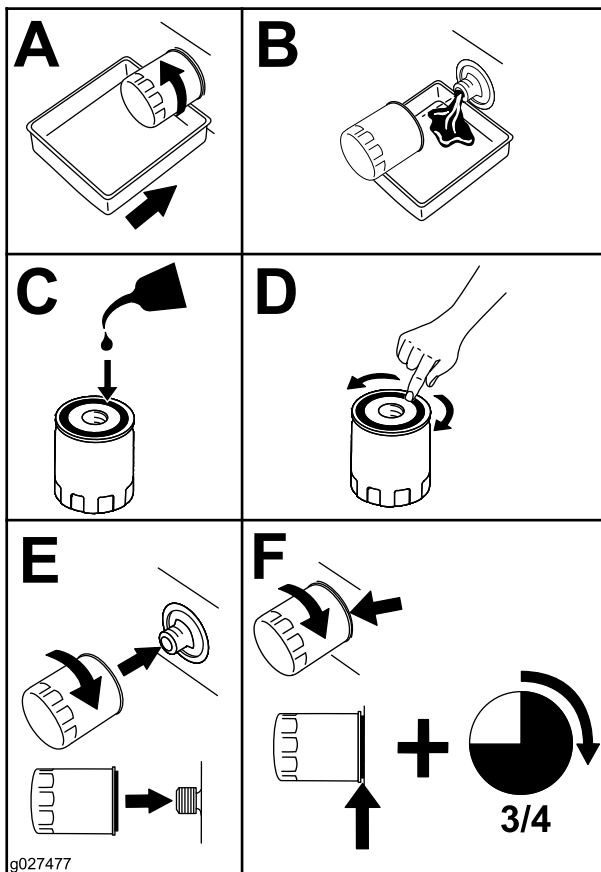

Figura 48
5. Substitua o filtro do óleo do motor (Figura 48).